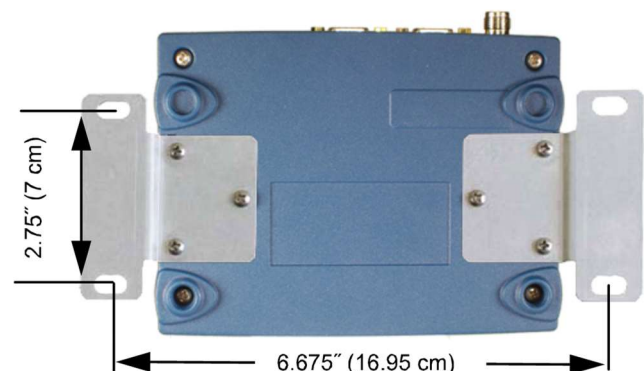

Figure 3. Dimensions des supports de montage
1. **Montage de l'émetteur-récepteur** Fixez les supports fournis au bas du boîtier de l'émetteur-récepteur (s'ils ne sont pas déjà fixés) à l'aide des quatre vis 6-32 x 1/4 pouce (6 mm). Les dimensions des supports de montage sont indiquées dans Figure 3. Si les supports de montage du rail DIN sont utilisés, consultez le *Manuel technique* pour les instructions.